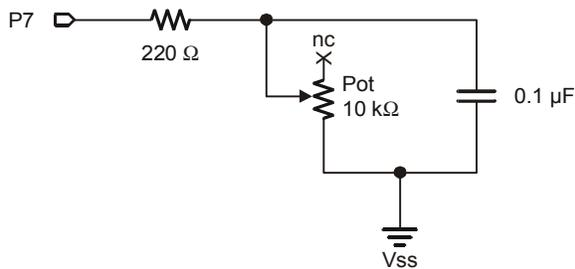
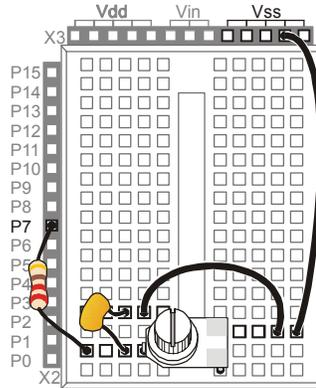

Figura 5-11
Figura 5-12
La Figura 5-11 mostra lo schema elettrico per il circuito RC-time veloce, e la Figura 5-12 mostra lo schema pratico. Questo è il circuito che userete per rilevare la posizione del Potenziometro con l'aiuto del BASIC Stamp e di un programma PBASIC.
√ Costruite il circuito mostrato in Figura 5-11.
per la Figura 5-11
- √ Lasciate il circuito Potenziometro RC-time dell'Esercizio #3 sulla vostra scheda prototipale. Se lo dovete riassemblare, usate la Figura 5-11 a pagina 153 e la Figura 5-12 a pagina 154. Assicuratevi di usare il condensatore da 0.1 μF , non il condensatore da 0.01 μF .